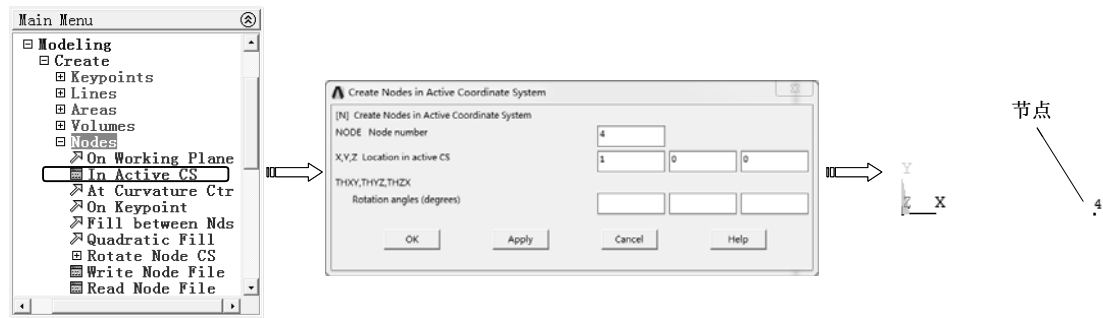

图 7-81 在活动坐标系中定义节点 4
2)选择“Main Menu>Preprocessor>Modeling>Create>Nodes>In Active CS”命令，弹出“Create Nodes in Active Coordinate System”对话框，输入节点号为4和坐标值（1，0，0），单击“OK”按钮，以当前活动坐标系（系统默认为笛卡儿坐标系）定义节点，如图 7-81 所示。